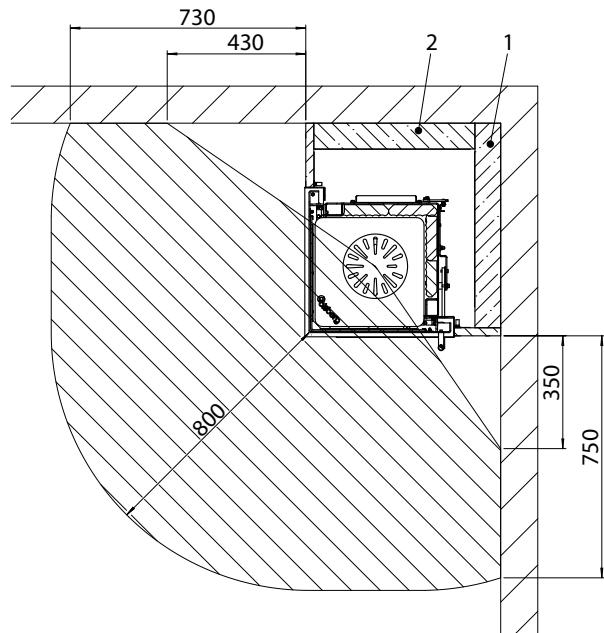
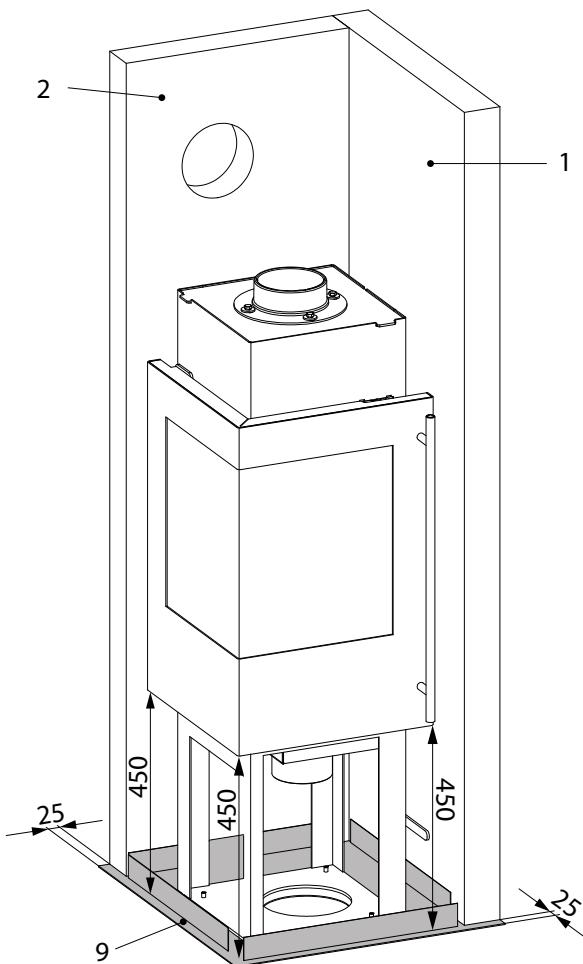

Fig.3
Fig.4
- Choisir l'emplacement du poêle. Le poêle peut être installé au ras du mur des deux côtés. Aucun objet confectonné à partir de matériaux combustibles ne doit se trouver ou être installé dans la zone de rayonnement du poêle, donc à une distance inférieure à 80 cm, mesurée à partir de la vitre de la porte du foyer (voir Fig.3).
- Poser la plaque de base (9, Fig. 4) à l'emplacement choisi de manière à ce que les deux panneaux d'isolation (1+2) de 80 mm d'épaisseur soient positionnés en direction des parois d'installation (voir Fig. 3).
- Orienter le poêle de manière à ce que la distance entre la plaque de base et le bord inférieur de la porte du foyer soit partout de 450 mm (voir Fig. 4).
- Installer les panneaux d'isolation 1+2 et éventuellement les fixer sur les parois d'installation à l'aide de quelques points de colle. En cas de pose d'un seul côté avec la paroi d'installation derrière le panneau d'isolation (pos. 2), les deux panneaux d'isolation peuvent être, en plus, vissés avec 3 vis pour panneaux d'isolation de Ø6x140 (17) (aucun perçage préalable ni lamage nécessaire). Dans tous les cas, les deux panneaux doivent être collés l'un avec l'autre.